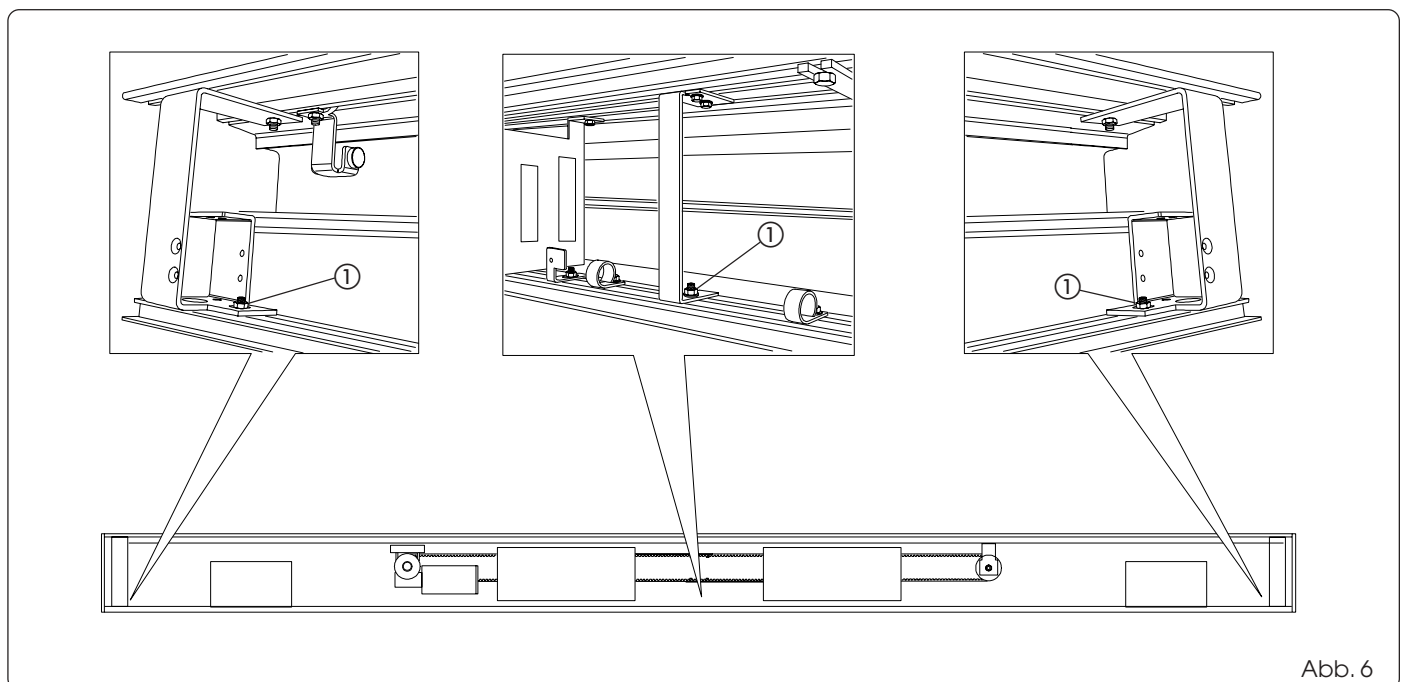

Abb. 6
Das Profil der unteren Abdeckung durch Abschrauben der Spannschrauben auf den drei Haltebügeln laut Abb. 6 Bez. ① abnehmen.